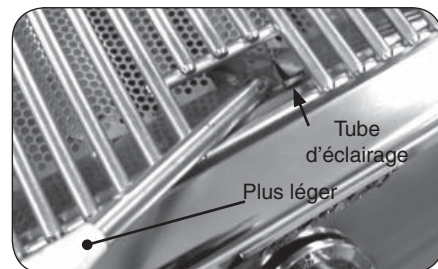

Fig. 20-2 - Éclairage manuel
2. Passez un allumeur brûlant de butane de long-baril ou une allumette brûlante de long-tige dans la grille à cuire s'ouvrant au dessus du tube d'éclairage. (Fig. 20-2). Pour des backburners, tenez la flamme contre le surface du backburner.
4. Si le brûleur ne s'allume pas, enfoncez immédiatement le bouton et tournez la valve à AU LOIN. ATTENDEZ CINQ (5) MINUTES avant de répéter les étapes 2 à 4 des instructions manuelles d'éclairage.